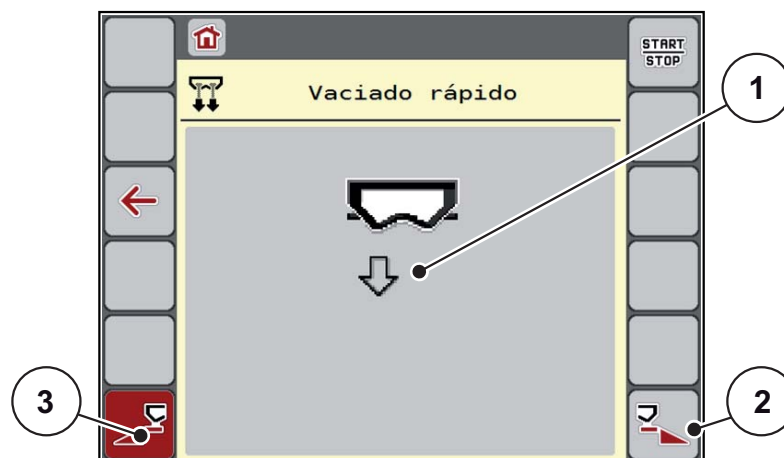

Imagen 4.12: Menú Vaciado rápido
- ▷ La pantalla muestra como símbolo la anchura parcial seleccionada (Imagen 4.12, posición [2]).